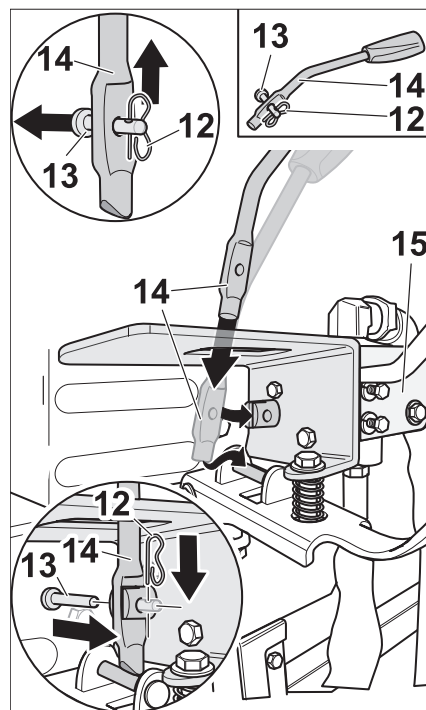

Figure 9d
- Retirez la goupille fendue (12) et le goujon (13) situés contre le levier de commande (14) puis montez cette dernière contre le bloc de commande hydraulique (15) en vous servant de la goupille et du goujon préalablement retirés. Voir la figure 9d.